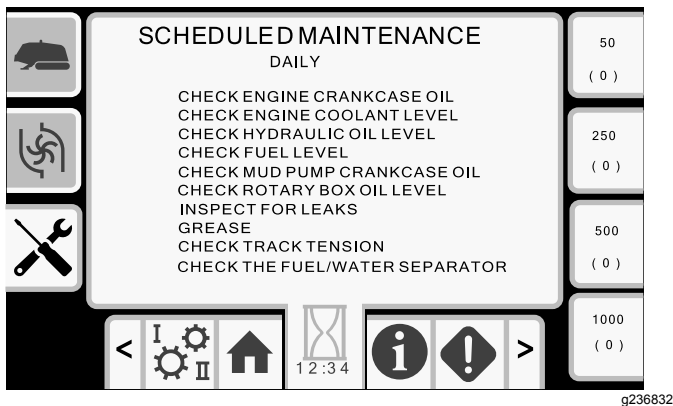

Figure 47
- Bouton 3 – calendrier d'entretien quotidien (Figure 47)